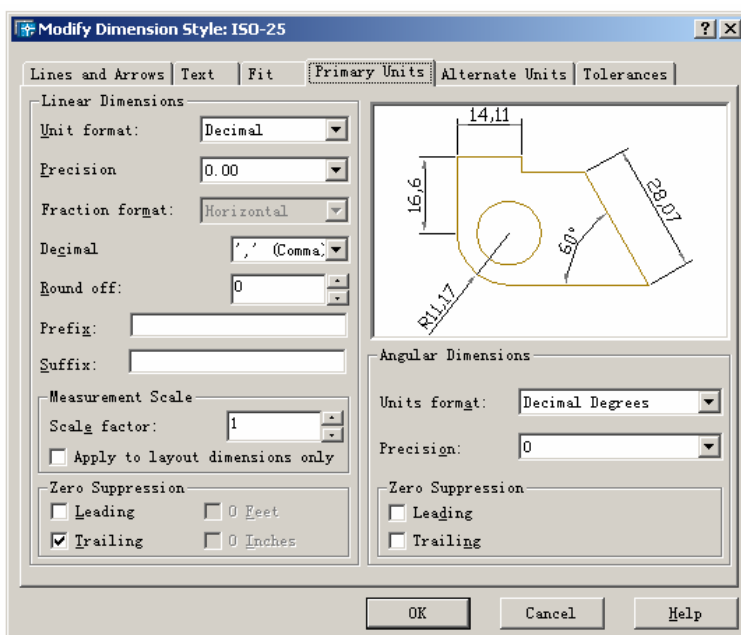

图 8-29 基本单位格式选项卡
4) **Primary Units 选项卡** 单击 Primary Units 选项卡，将出现图 8-29 所示修改尺寸标注样式基本单位格式选项卡的对话框界面。用户可以利用它设置尺寸标注的单位格式。